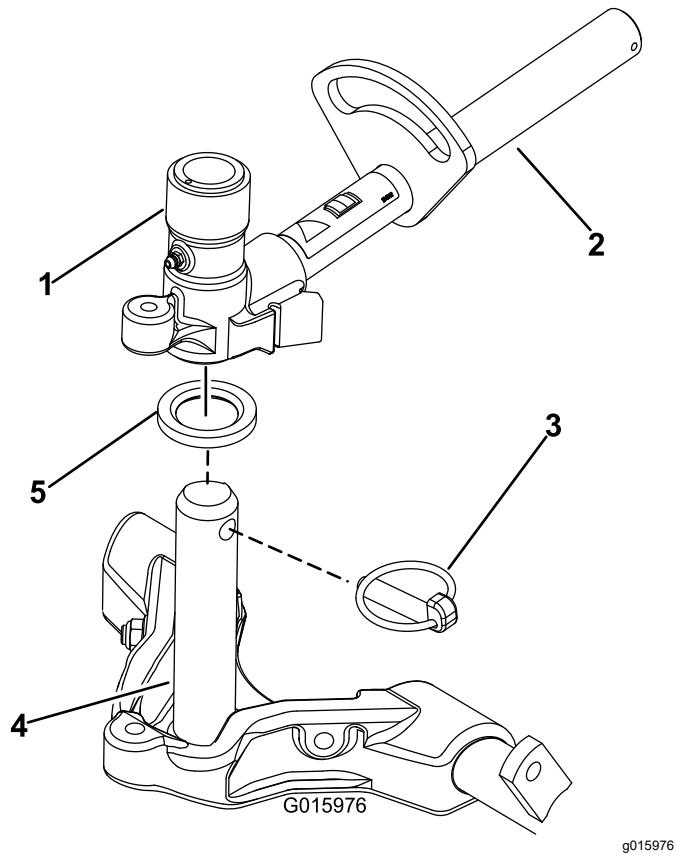

図 16
9. キャリアフレームのシャフトにきれいなグリスを塗る図 16。
10. フロントに取り付けるカッティングユニットは、昇降アームの下に入れるとときにキャリアフレームのシャフトを昇降アームのピボットヨークに挿入する図 16。スラストワッシャがキャリアフレームのシャフトの所定位置にあることを確認すること。
11. クリックピンを使って、キャリアフレームシャフトを昇降アームのヨークに固定する図 16。
B. 昇降アームのヨークをキャリアフレームのシャフトに通す 図 16。